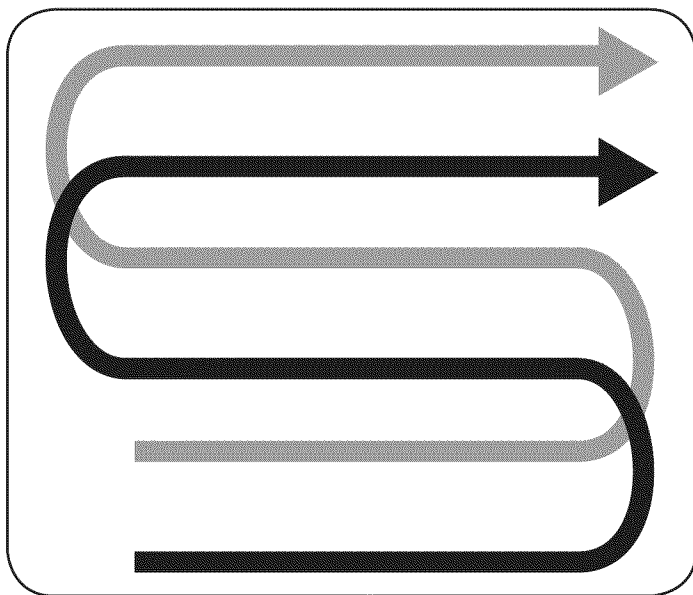

Figura 13
- Al preparar el lecho de siembra, recorra la misma senda dos veces en la primera hilera, luego trasape la mitad del ancho de la cultivadora en el resto de las pasadas. Vea la Figura 13.